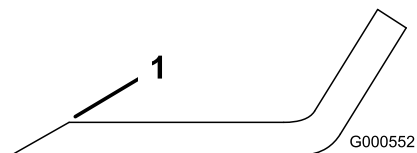

Figura 58
1. Utilice una lima para afilar el filo de corte en ambos extremos de la cuchilla (Figura 58).
Nota: Si la cuchilla no está equilibrada, rebaje algo el metal en la parte de la vela solamente (Figura 58).